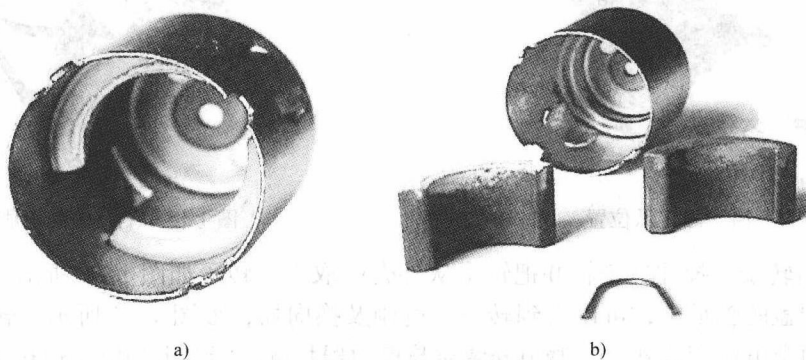

图 1-19 电动机外壳的拆卸
(4) 拆卸电动机外壳。电动机外壳的拆卸如图 1-19 所示。每块弧形永久磁铁的一端卡